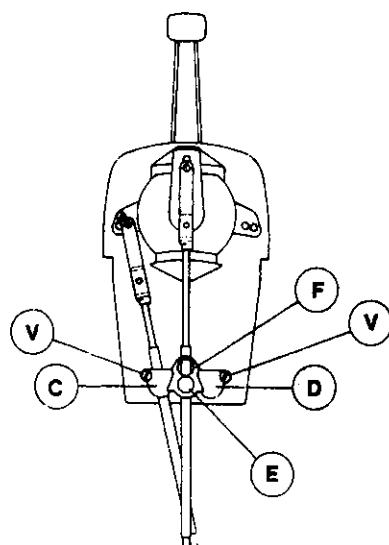

Fig. 3
- Inserite il cilindretto del terminale guaina nella sede C o D della semiscatola (Fig. 3).
- Insert cylinder of jacket end fitting end fitting in **C** or **D** seat of the half case (Fig. 3).
- Inserite il cilindretto del terminale guaina nella sede E della semiscatola (Fig. 3).
- Insert cylinder of jacket end fitting in **E** seat of the half case (Fig. 3).